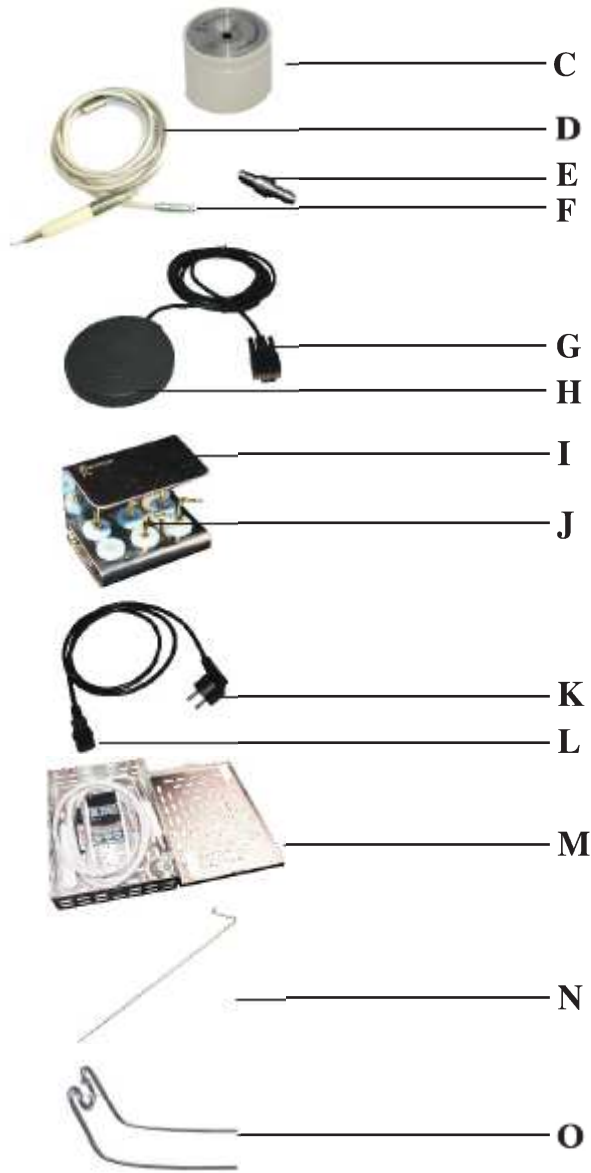

Fig.4
- 6.3.6 Insertar el tubo del cable del ULTRASURGERY al conector de la unidad. (Fig.4—Ref.P);
- 6.3.7 Colocar la pieza de mano en el soporte. (Fig.4—Ref.O);